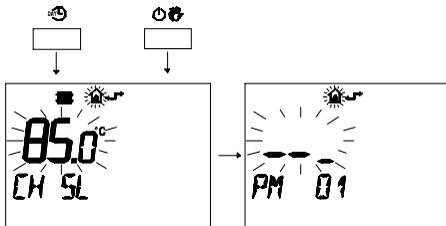

fig. 9.7
- 2 Premere contemporaneamente i pulsanti **PM** e **ON** per entrare nella programmazione trasparente (fig. 9.7)